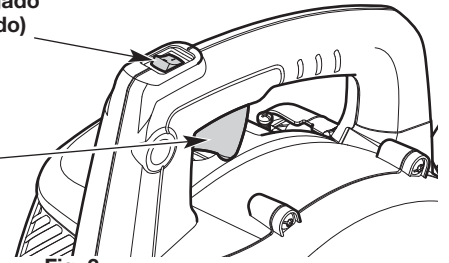

Fig. 3
NOTA: No hay necesidad de encender la unidad. El interruptor de encendido/apagado debe estar en la posición **Encendido (I)** en todo momento (Fig. 3).
4. Apriete y mantenga oprimido el control del acelerador (Fig. 3).
2. Oprima y mantenga apretado el interruptor de encendido/apagado en la posición **Apagado (O)** hasta que el motor se pare por completo (Fig. 3).